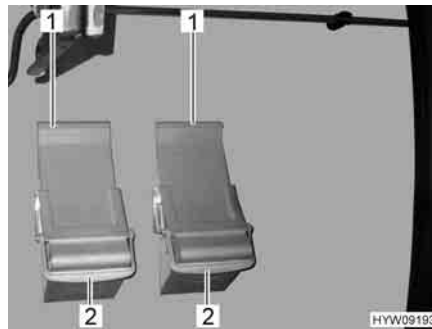

Fig. 17 Cunei d'arresto
- Ruotare verso il alto la staffa di supporto (Fig. 17,2).
- Estrarre il cuneo d'arresto (Fig. 17,1) dal supporto.